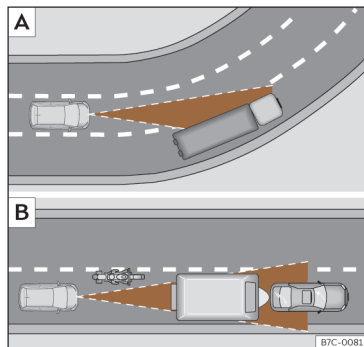

Fig. 157 [A] Vehículo en una curva. [B] Motociclista circulando por delante fuera del radio de acción del sensor de radar.
El ACC podría no detectar en curva el vehículo precedente o podría regular la distancia con vehículos que se encuentran en otros carriles » » » **fig. 157** [A].
- Vehículos que circulen desalineados o fuera de la zona de detección del sensor, por ejemplo, motocicletas » » » **fig. 157** [B].